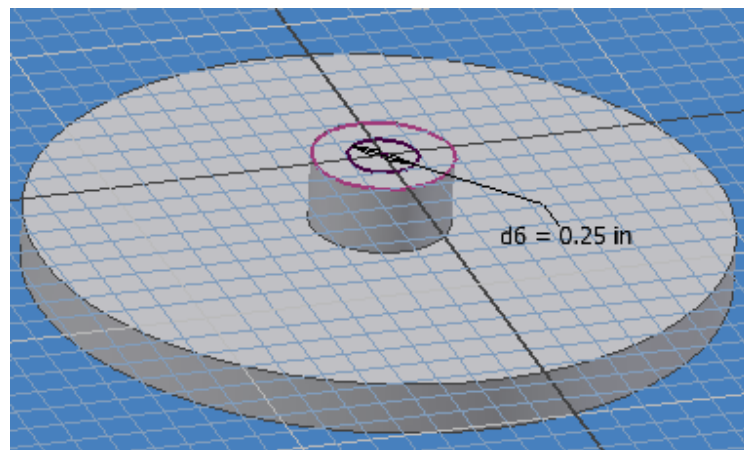

Figura 4.11 Creación de una circunferencia 2D para la generación de un agujero.
12.-Dibuje nuevamente una circunferencia en el centro del solido, acótelo de forma que el diámetro sea de 0.25 pulgadas, figura 4.11.